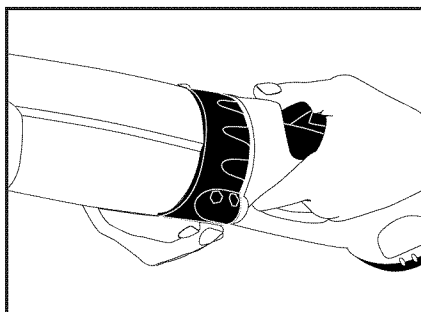

Figure 3
3. Tenir l'accessoire fermement d'une main (ne pas le tenir par une des pièces tournantes telle que la poignée auxiliaire) et, de l'autre main, faire pivoter la bague de verrouillage de la poignée d'alimentation électrique dans la position verrouillée. (Voir figure 3.)